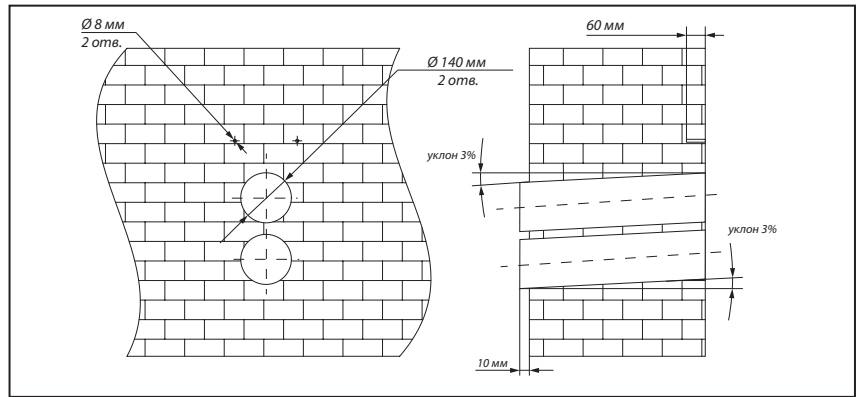

Рис. 6.
3. Снимите шаблон и высверлите сквозные отверстия для воздухопроводов под наклоном 2-3% в сторону улицы и отверстия глубиной 60 мм для дюбелей. Установите дюбеля из комплекта поставки в соответствующие отверстия, рис. 6.
3. Снимите шаблон и высверлите сквозные отверстия с наклоном 2-3% вниз для воздуховодов и отверстия глубиной 60 мм для дюбелей. Затем установите дюбели из комплекта поставки, рис. 6.